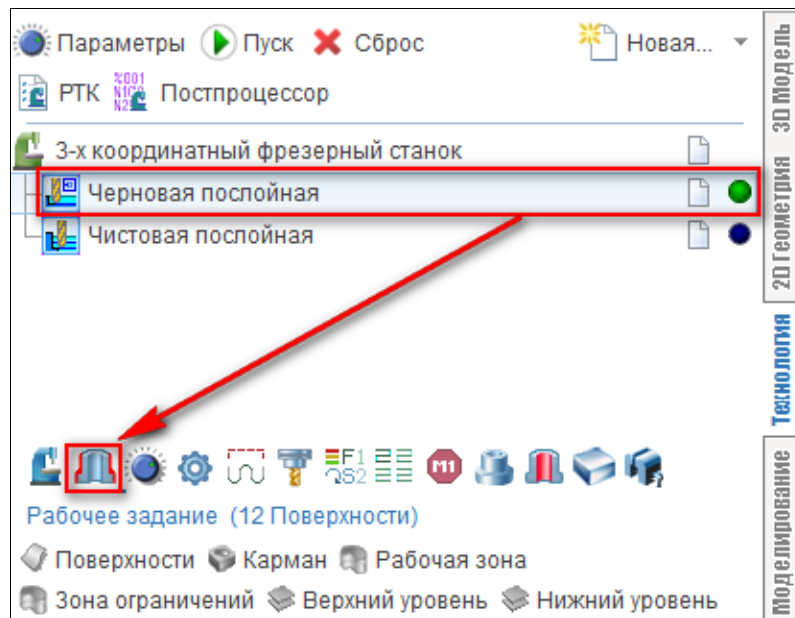
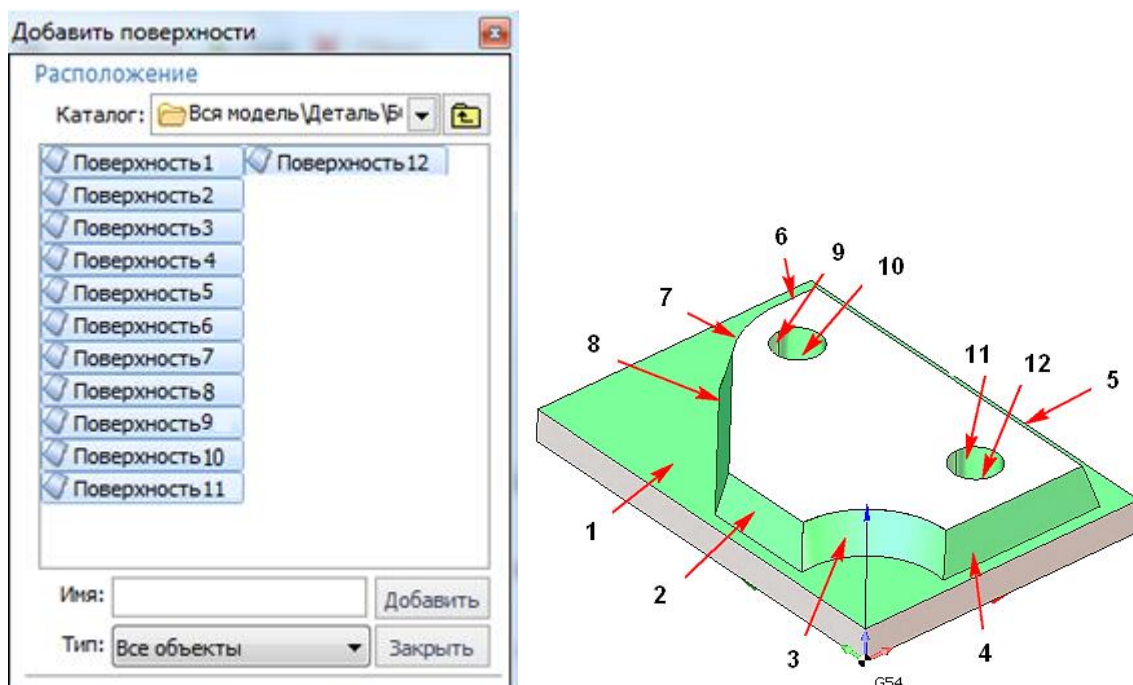
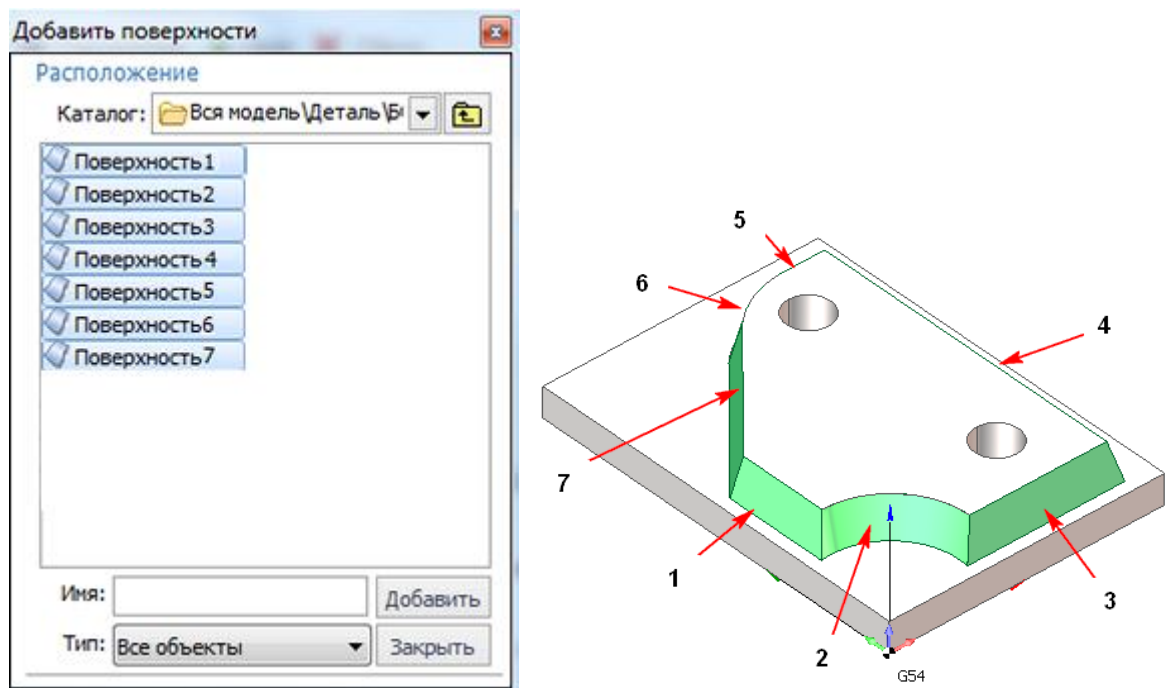

Рисунок 16 – Назначение рабочего задания для черновой обработки
Рисунок 17 – Выбор поверхностей зоны черновой обработки
Рисунок 18 – Выбор поверхностей зоны чистовой обработки
3.4 Геометрия зоны обработки. Для черновой операции необходимо указать зону выборки. Во вкладке *Технология* заходим в *Рабочее задание*, выбираем черновую послойную операцию (рисунок 16) и выделяем курсором поверхности, ограничивающие зону обработки (рисунок 17). То же самое проделываем для Чистовой операции (рисунок 18).